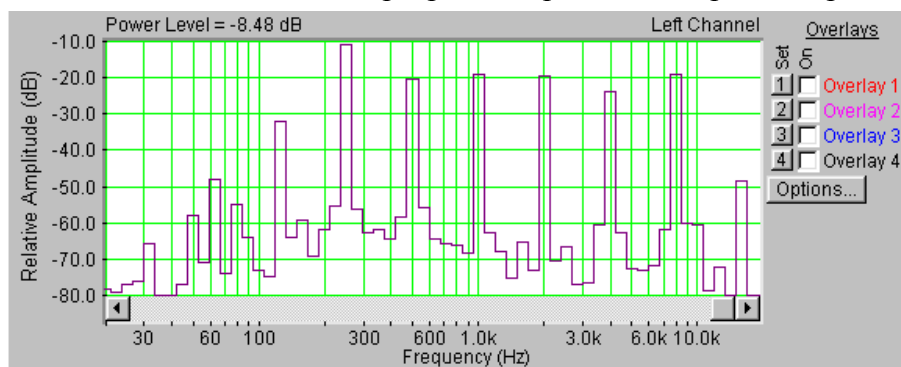

Рис.4.3. АЧХ громкоговорителя, измеренная с помощью сигнала дискретного спектра
4.3. Измерение АЧХ с помощью сигнала дискретного спектра (рис.4.3).
Этот метод позволяет одновременно с измерением АЧХ измерять среднее звуковое давление, он широко используется для контроля готовой электроакустической продукции (рис.4.3).